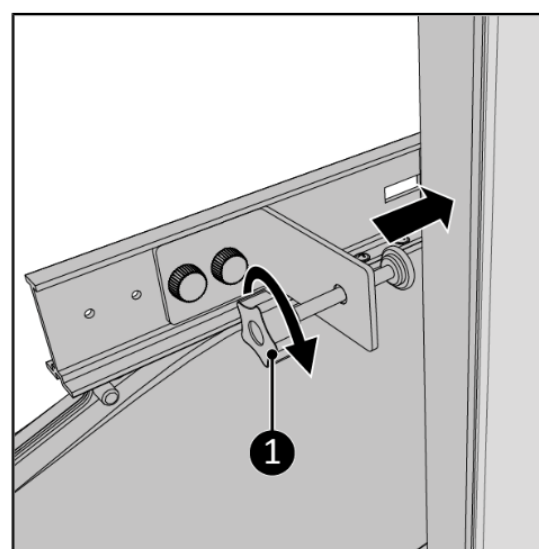

Figura 21.
16. Înșurubați cu grijă șurubul de strângere de pe clemă pe rama ferestrei (Figura 21, articolul 1).